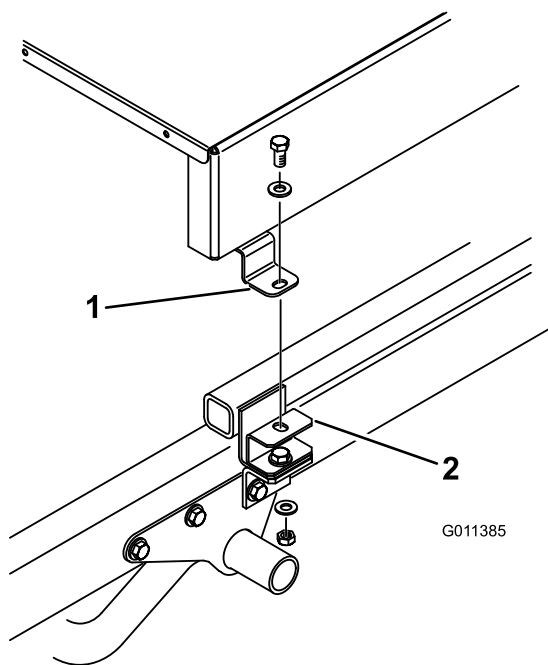

Figure 11
- Fixez légèrement le haut de chaque support de fixation (Figure 10) ou entretoise de montage (Figure 11) à la patte de montage de chaque côté du topdresser à l'aide d'une vis (1/2" x 1"), de 2 rondelles plates et d'un contre-écrou. Serrez toutes les fixations.